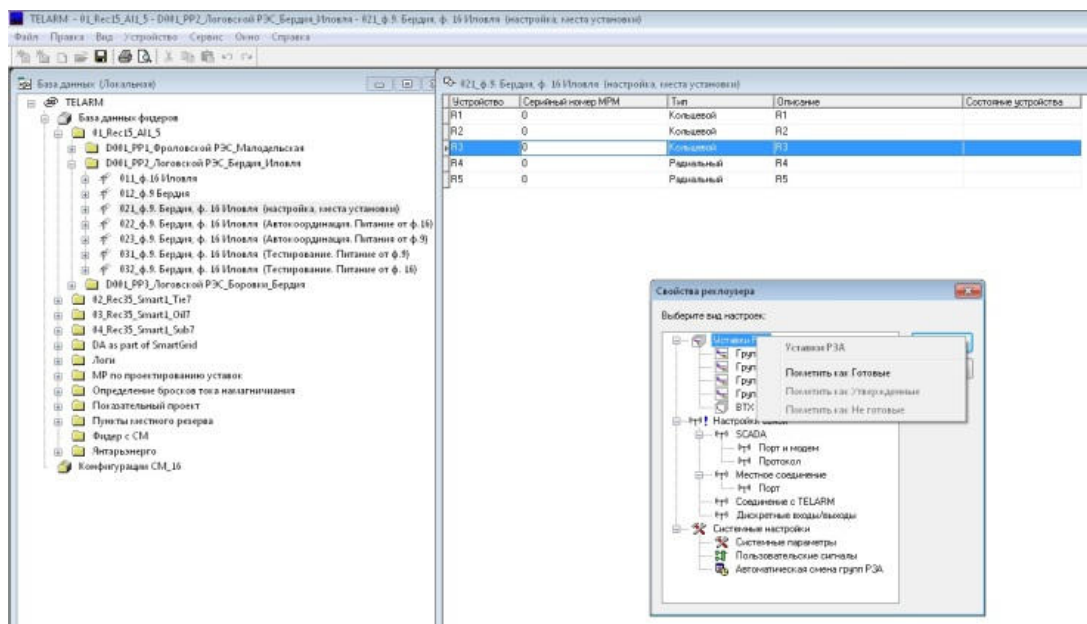

Рис.4.20. Установка флага «Уставки готовы»
- В окне выбора настроек для редактирования на нужной группе уставок (Уставки РЗА, Настройки связи или Системные настройки) нажать правой клавишей мыши и в появившемся списке выбрать «Пометить как Готовые» (см. Рис.4.20).